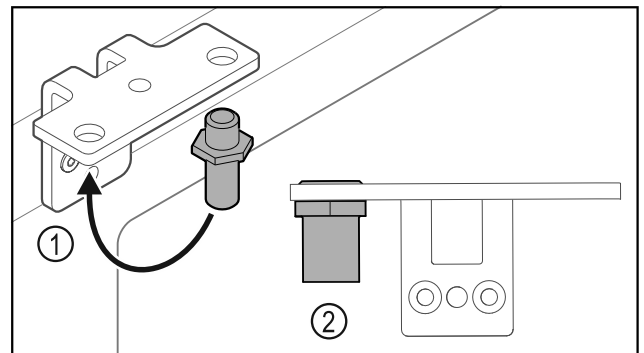

Fig. 35
- ▶ Vuelva a colocar los pernos Fig. 35 (1) en el soporte de la bisagra.
- ▶ Apriete los pernos Fig. 35 (2) con un **par de 12 Nm**.